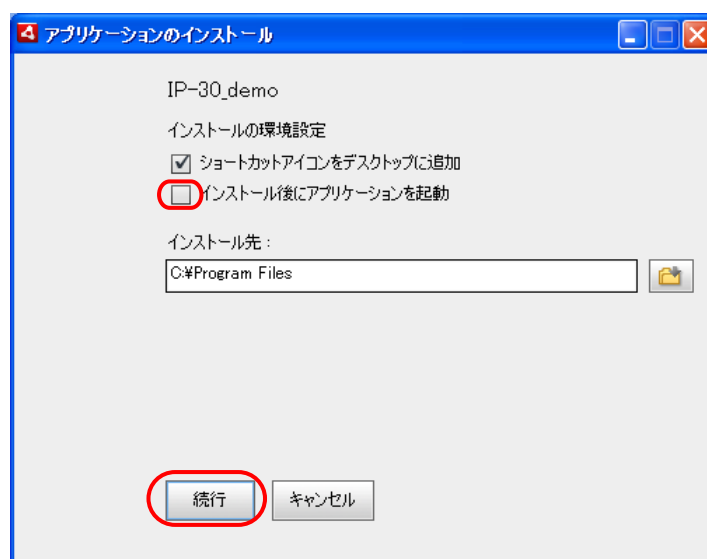

図 4-2 [アプリケーションのインストール]ウインドウ
3. [アプリケーションのインストール]ウインドウが表示されます (図 4-2)。2 種類のチェックボックスのうち、[インストール後にアプリケーションを起動]のチェックを外し、[続行]をクリックします。